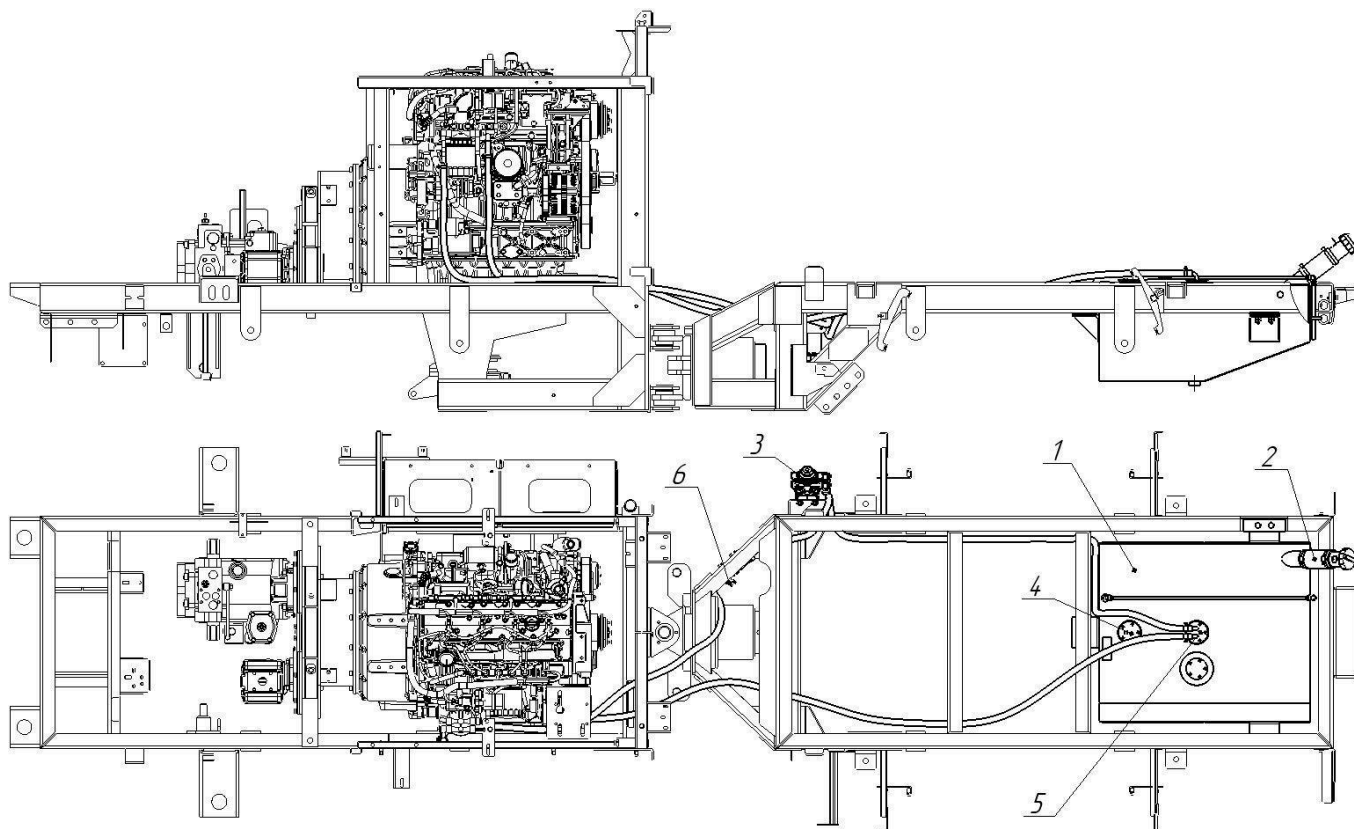

Рис.8 — Система подачи топлива
- система подачи топлива (рис.8);